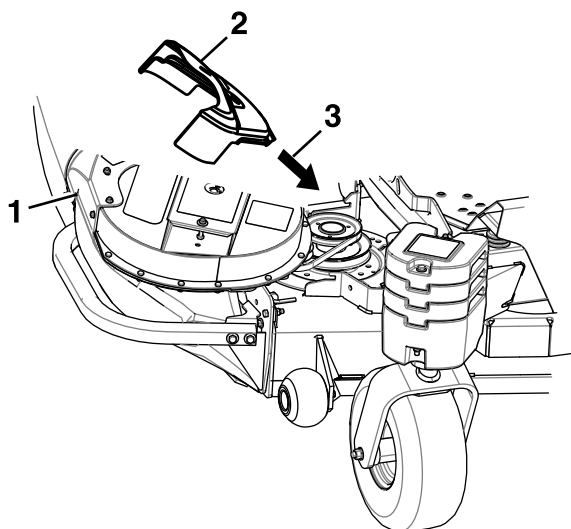

Figure 8
4. Inclinez le couvercle de courroie et glissez-le sous le cadre du tablier de coupe (Figure 8).